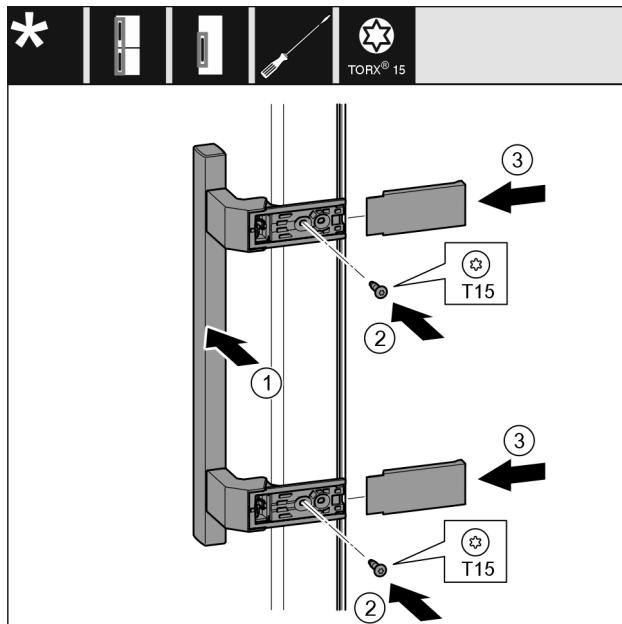

Fig. 20
- ▶ Vendosni dorezën Fig. 20 (1) në anën e kundërt.
- ▶ Mbërtheni fort vidat Fig. 20 (2) me kaçavidë.
- ▶ Vendosni kapakët mbulues Fig. 20 (3) anash dhe shtyjini.